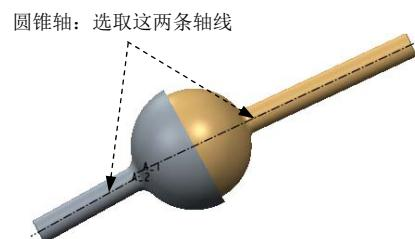

图 3.6.3 设置圆锥轴参考
(3) 设置圆锥轴参考。在 **放置** 界面中单击 圆锥轴 选项，选取图 3.6.3 所示的两条轴线为圆锥轴参考。